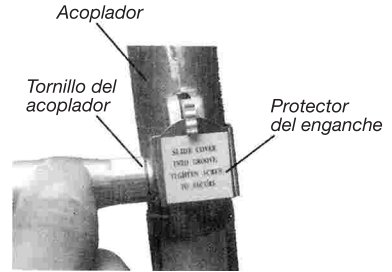

Imagen 13
4. Cuando ambas mitades de los dos tubos estén acoplados, deslice el protector de enganche hacia la ranura del enganche y ajuste el tornillo del acoplador. Ver Imagen 13.